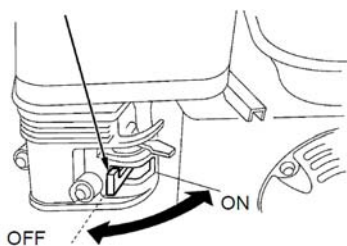

Abb. 17: Benzinhahn öffnen
Schritt 3: Schließen Sie den Benzinhahn (Abb.17).